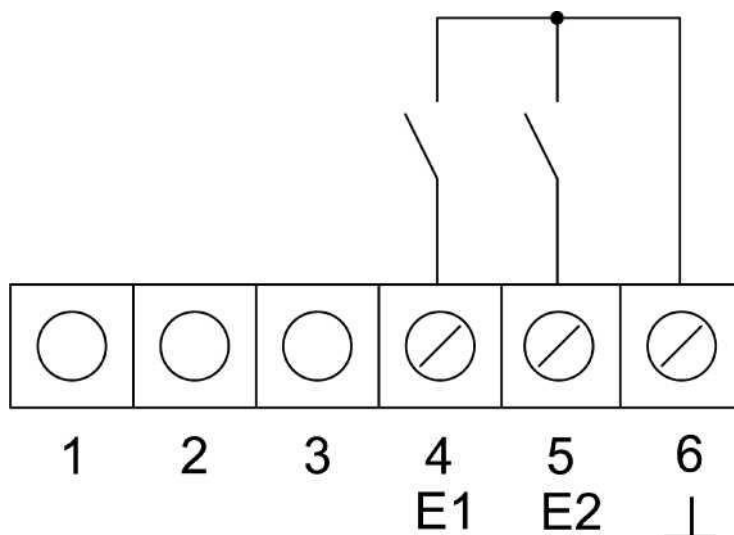

Рис.3: двоичные входы клеммной группы
- Снимите накладку (4).
- Отделите клеммную вставку (1) и электронную насадку (3) друг от друга.
- Подключите кабель шины к соответствующей клемме (9) в клеммной вставке.
- Двоичные входы: Подключите оконные контакты, кнопки-замыкатели или размыкатели к клеммам 4, 5 и 6 клеммной группы (8) (Рис.3)
- Вставьте клеммную вставку (1) в подрозетник. Обратите внимание на правильное положение прибора в соответствии с надписью ВЕРХ (TOP). Клеммы подключения шины должны располагаться внизу справа.
- Поместите декоративную рамку (2) на клеммную вставку (1).
- Вставьте электронную насадку (3) в клеммную вставку в правильном положении.